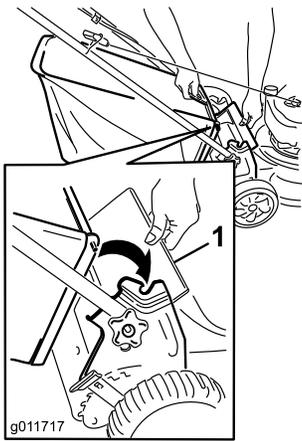

Bild 19
1. Heben Sie das hintere Ablenklech an (Bild 19).
2. Haken Sie den Fangkorbgriff in die Kerben an den Griffhalterungen ein (Bild 19).
1. Heben Sie das hintere Ablenkblech an (Bild 19).